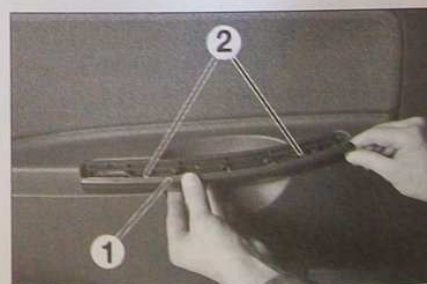

FIG. 31
- l'enjoliveur de poignée de porte (1) (Fig.31).
- les deux vis de fixation de la garniture (2).